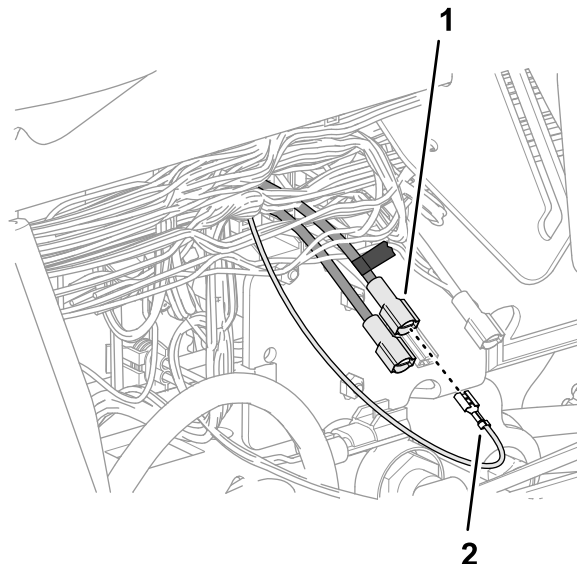

图192
5. 将在步骤 4 中标记的刀形接头接入套件线束红色线 51mm 端部的插槽接头图 192。